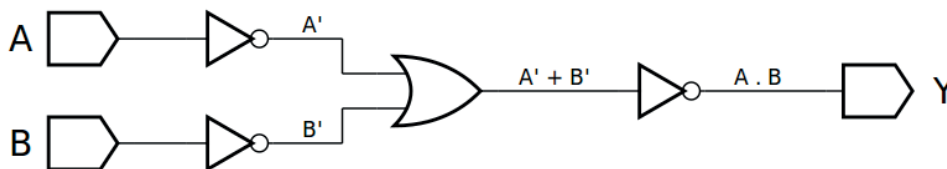
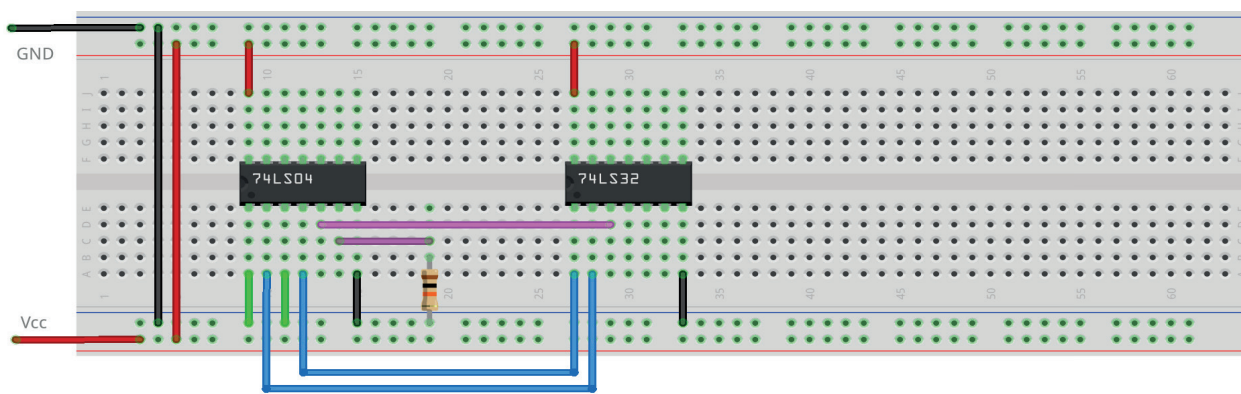
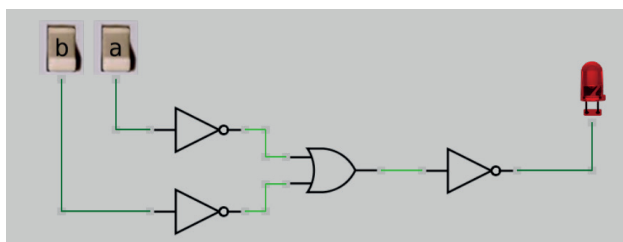
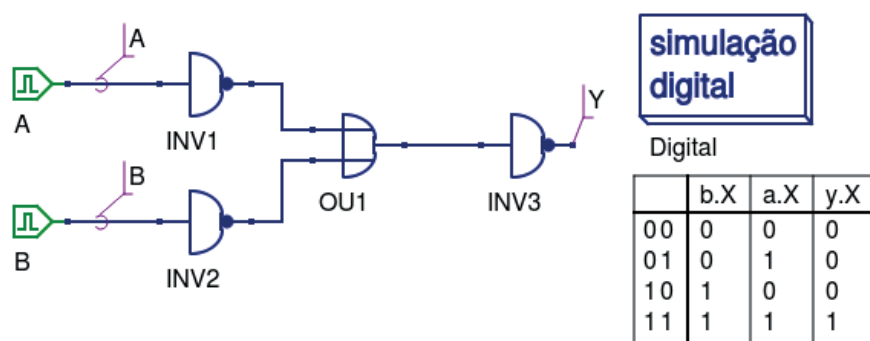

Figura 3.38 – Diagrama esquemático.
Figura 3.39 – Placa de montagem com componentes.
Figura 3.40 – Simulação da porta E convertida de porta OU no Atanua.
Figura 3.41 – Simulação da porta E convertida de porta OU no Qucs.
1. Monte o circuito da figura 3.38, conforme mostrado na figura 3.39, na placa de montagem.
- d) Conecte os fios verdes. Os fios verdes estão conectados ao terra e portanto fornecendo valor lógico (0) às entradas de todas as portas do CI.
6. Simule, no computador, o circuito da figura 3.38 utilizando os programas SmartSim e Atanua (figura 3.40) e Qucs (figura 3.41). Compare os resultados com a tabela 3.14.